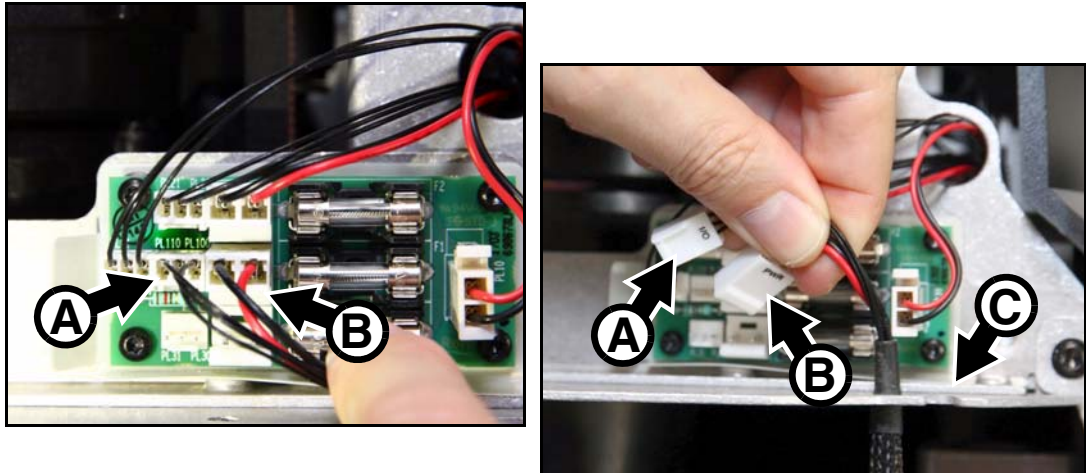

Figure 10: Déconnexion du multi-module
2. Voir Figure 10. Débranchez le faisceau de communication **A** et l'alimentation **B** des connecteurs PL 100 et PL 110 sur le PCB de répartition. Dégagez le faisceau du module de l'encoche de guidage **C** dans le châssis.